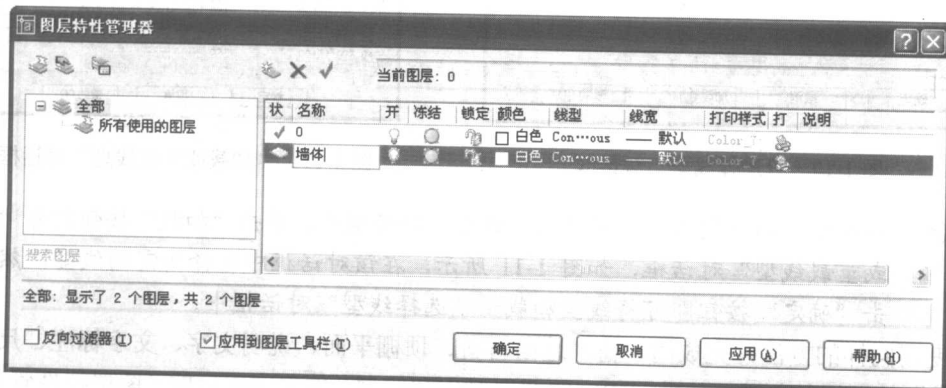

图 1-8 创建“墙体”图层
- (1) 单击对话框中的新建图层按钮 (), 或按下“Alt+N”快捷键, 创建得到一个新的图层, 在其“名称”框中输入新图层的名称——“墙体”, 如图 1-8 所示。